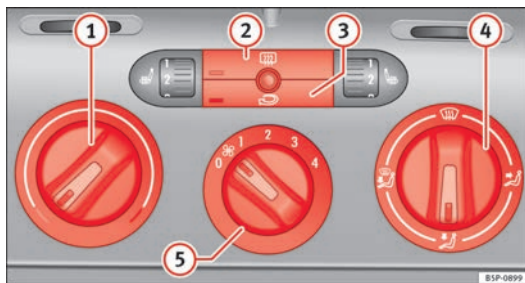

Abb. 125 Bedienelemente der Heizung in der Instrumententafel.
- Mit den Reglern ⇒ Abb. 125 ① und ④ und mit dem Schalter ⑤ stellen Sie die Temperatur, die Luftverteilung und die Gebläsestufe ein.
- Drücken Sie die jeweilige Taste ② bzw. ③, um eine Funktion ein- oder auszuschalten. Bei einer eingeschalteten Funktion leuchtet die Kontrollleuchte unten links an der Taste auf.